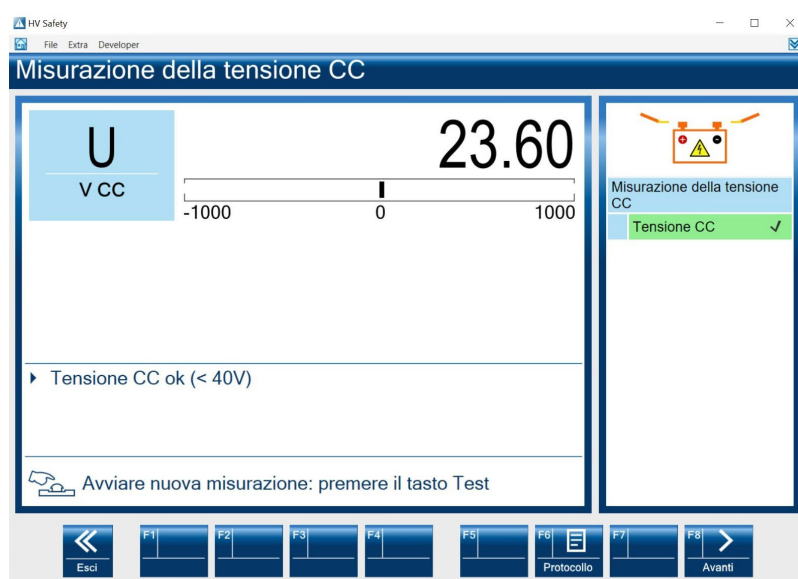

Fig. 3-4
6. Viene rappresentato il risultato di misurazione, vedere Fig. 3-4.